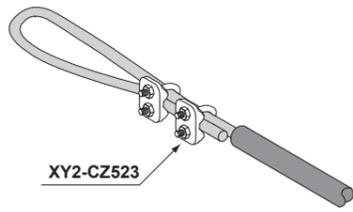

Fig. 1
- Retirar o revestimento do cabo, em cerca de 10 cm, fixar com 2 serra-cabos XY2-CZ523, que devem apertar o cabo e não o revestimento. (Fig. 1).
- Avlägsna ca 10 cm av hölje från linan, fäst den med 2 st bygelklämmor XY2-CZ523 som skall klämma åt linan, inte plasthöljet. (Fig. 1).
- Haal de mantel van de kabel af over een lengte van ong. 10 cm, bevestig de kabel met de 2 kabelklemmen XY2-CZ523. De kabel en niet de mantel moeten door de kabelklemmen worden geklemd. (Fig. 1).